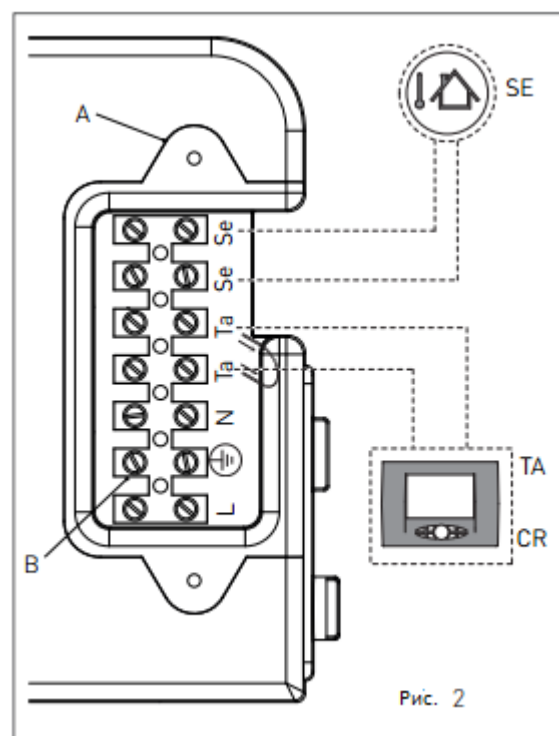

Рис. 2
- **(SE) ДАТЧИК ТЕМПЕРАТУРЫ НАРУЖНОГО ВОЗДУХА (КОД ПРОДУКТА 73518LA)**
- **(TA) ДАТЧИК ТЕМПЕРАТУРЫ ПОМЕЩЕНИЯ**
- **(CR) МОДУЛЬ УДАЛЕННОГО УПРАВЛЕНИЯ ПО ШИНЕ ORPENTHERM (КОД ПРОДУКТА 40-00017)** используйте клеммную коробку, расположенную внутри панели управления по следующей схеме:
- Ослабьте два винта и снимите панель A (см. рис. 2).
- После этого подсоедините кабели к клеммной коробке B (см. рис. 2):